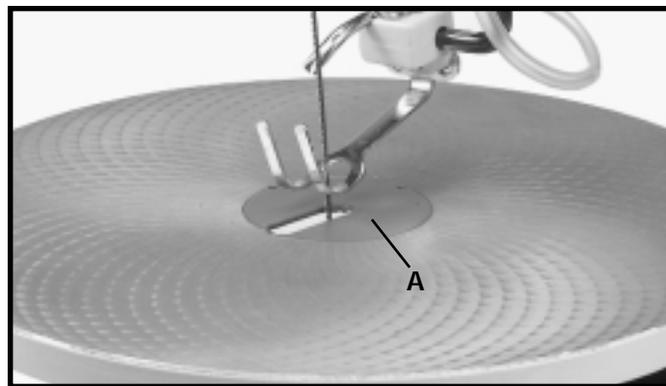
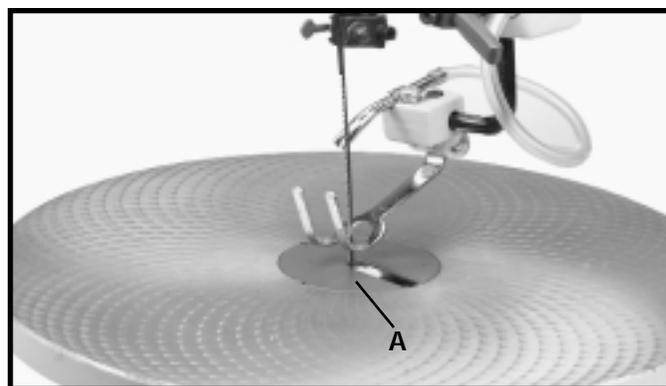

Fig. 19
Fig. 20
Le passe-lame (A) peut être monté sur la table de la scie, la fente se dirigeant vers le devant de la table, comme l'illustre la figure 19, ou vers la droite comme l'illustre la figure 20.
La table étant à l'horizontale, donc, perpendiculaire à la lame, le passe-lame (A) doit être positionné comme le montre la figure 19. Ceci permet d'incliner la lame vers l'avant une fois desserrée du porte-lame supérieur, vous permettant ainsi de passer la lame rapidement dans le prochain trou de la pièce nécessitant des coupes intérieures, comme il est mentionné plus loin dans cette notice.
Lors de l'inclinaison de la table pour des coupes en biseau, le passe-lame (A) doit être placé comme il est illustré à la figure 20. Ceci donne le dégagement nécessaire pour la lame lorsque la table est inclinée.